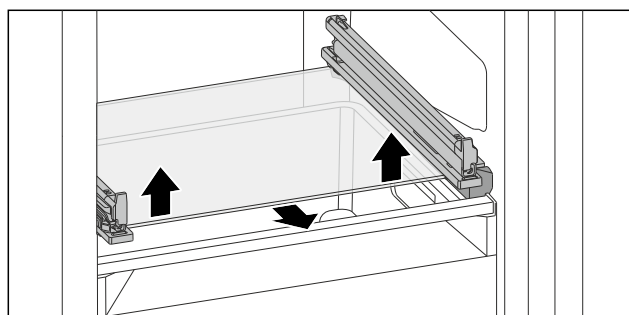

Fig. 140 Steklena plošča nagibnega predala
- ▶ Stekleno ploščo na obeh straneh potisnite od spodaj navzgor. (glejte Fig. 140)